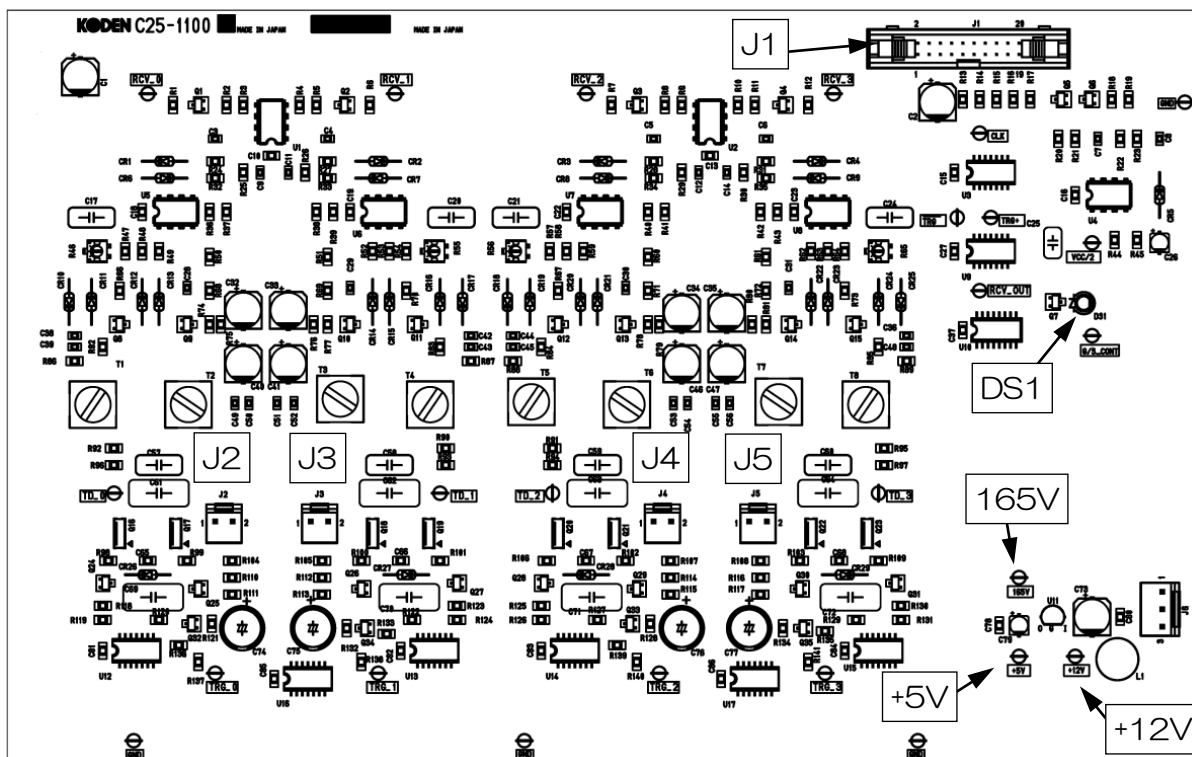

図 4.16 C25-1100 165V、+12V 端子配置説明図
1. C25-1100 160V、+12V、+5V 端子と GND (C25-1100 の止めねじ) 間の電圧をテスターで確認してください。(図 4.16 参照)